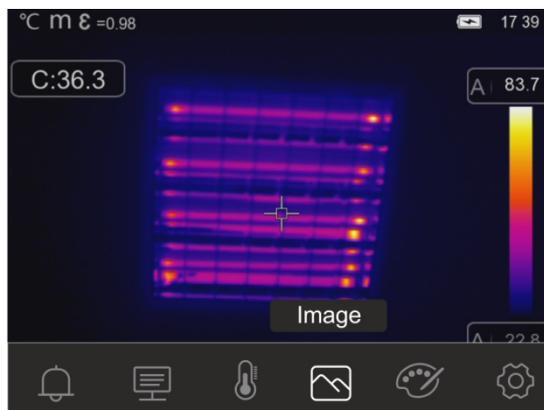

Fig. 34: Modo Imagem
- A área facial torna-se automaticamente retangular, conforme exibido na Fig. 34
5. Se a temperatura do rosto do sujeito enquadrado for **inferior** ao limite estabelecido, o valor será mostrado na cor **verde** na parte superior da área moldada (ver Fig. 34 - parte central)
6. Se a temperatura do rosto do sujeito enquadrado for **superior** ao limite definido, o valor será mostrado em **vermelho** na parte superior da área moldada (ver Fig. 34 - lado direito)